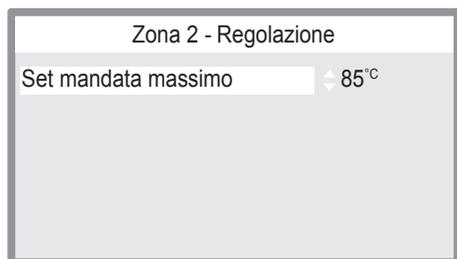

Figura 2.31
- Premere il tasto 15 (Figura 2.22) per accedere al menu selezionato (Figura 2.31).